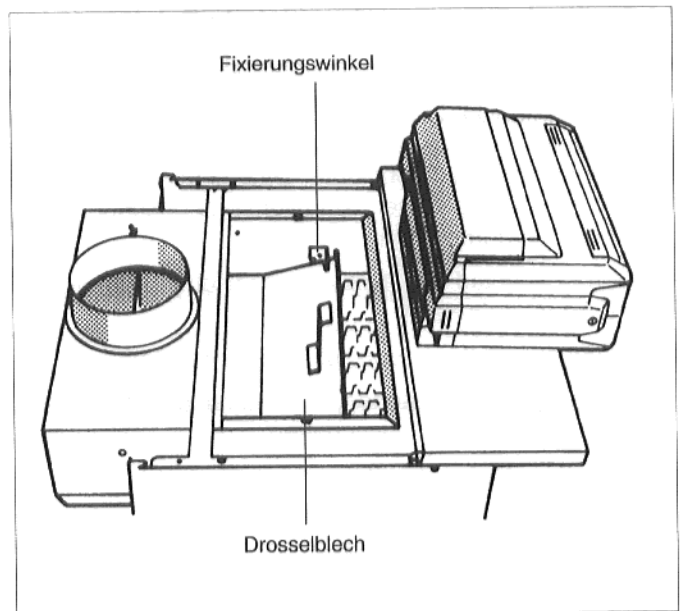

Abb. 24: Drosselblech
- Drosselblech, falls vorhanden, herausnehmen (Abb. 24).
- Drosselblech, falls vorhanden, wieder einlegen. Dabei darauf achten, daß sich die Schlitze des Drosselblechs in die Fixierungswinkel einsetzen (Abb. 24).